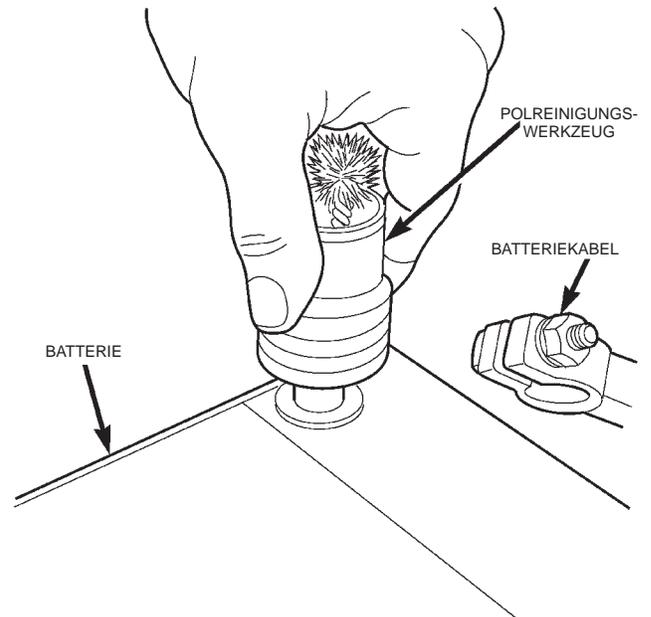

Abb. 20 Batteriepole reinigen—Typisch
(10) Korrodierte Stellen an den Batteriepolen mit einer Drahtbürste oder einem Polreinigungswerkzeug und einer Lösung aus warmem Wasser und Natriumbikarbonat reinigen (Abb. 20).